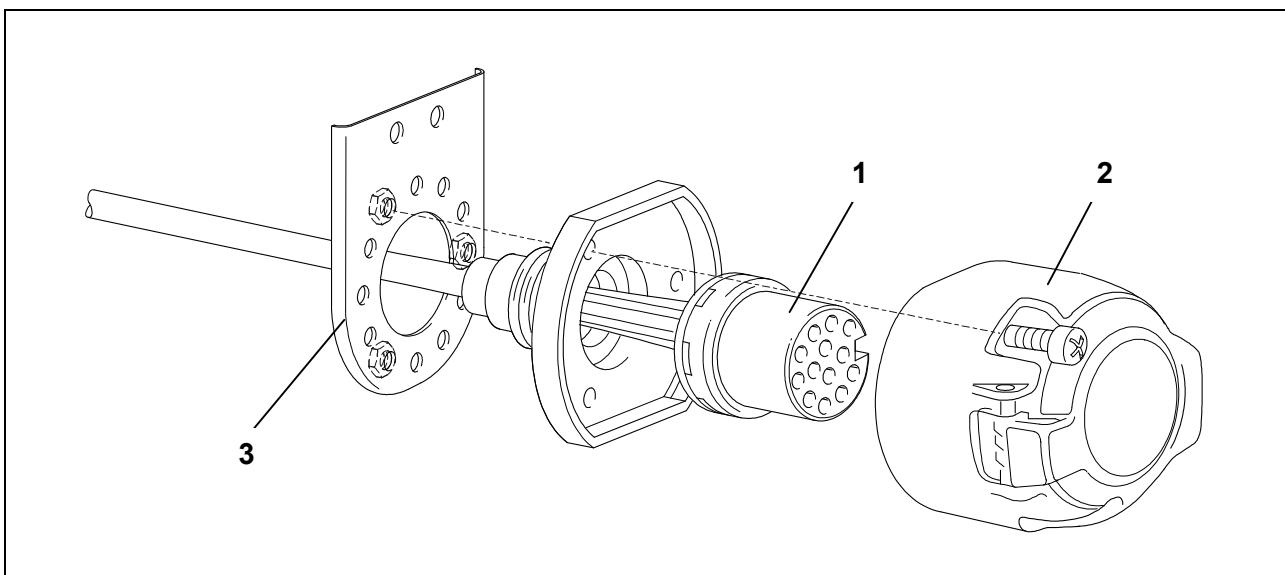

Fig. 2: Montare la presa elettrica
7. Inserire a pressione l'inserto contatti (fig. 2/1) nell'alloggiamento della presa elettrica (fig. 2/2) ed avvicinare la guarnizione in gomma alla presa elettrica.
8. Avvitare la presa elettrica alla lamiera di fissaggio (fig. 2/3) mediante le viti premontate, coppia di serraggio: max. 2,0 Nm.